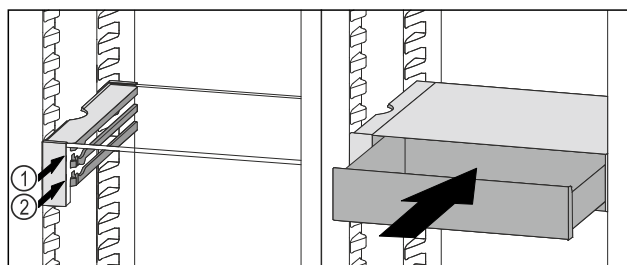

Fig. 100
- ▶ Plasser VarioSafe-skuffen bak stopperne på ønsket rille Fig. 100 (1) eller Fig. 100 (2).